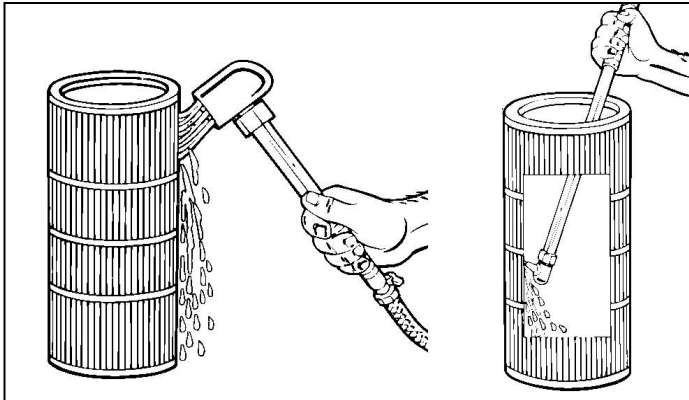

Bild 10 - Tvätta patronen
10. Tvätta det avlägsnade filtret (Bild 10) med rinnande vatten och låt torka.